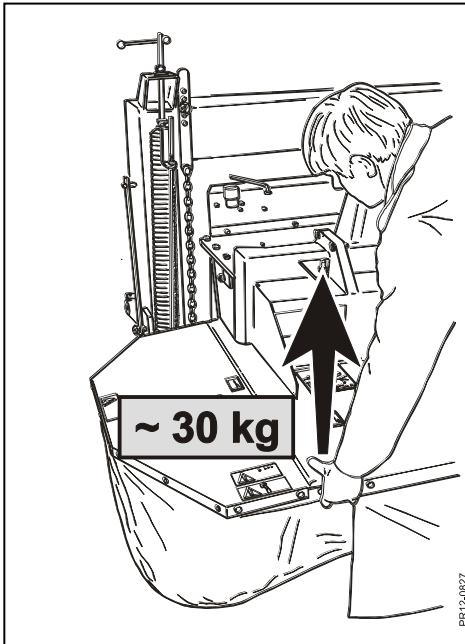

Fig. 3-8
- Fig. 3-8** Det anbefales at fjedrene er spændt så meget, at løftekraften over skivebjælken er **ca. 30-50 kg i hver side**.